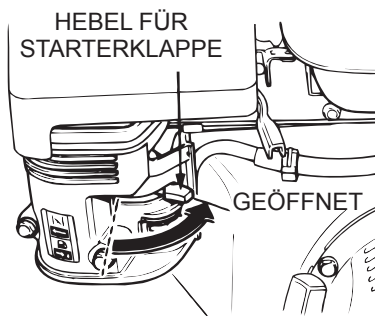

Abbildung 12. Hebel für Starterklappe (Geschlossen)
- Wenn der Motor anläuft, den Starterklappenhebel (Abb. 12), falls dieser geschlossen worden war, langsam wieder **ÖFFNEN**. Läuft der Motor nicht an, Schritte 1 bis 6 wiederholen.